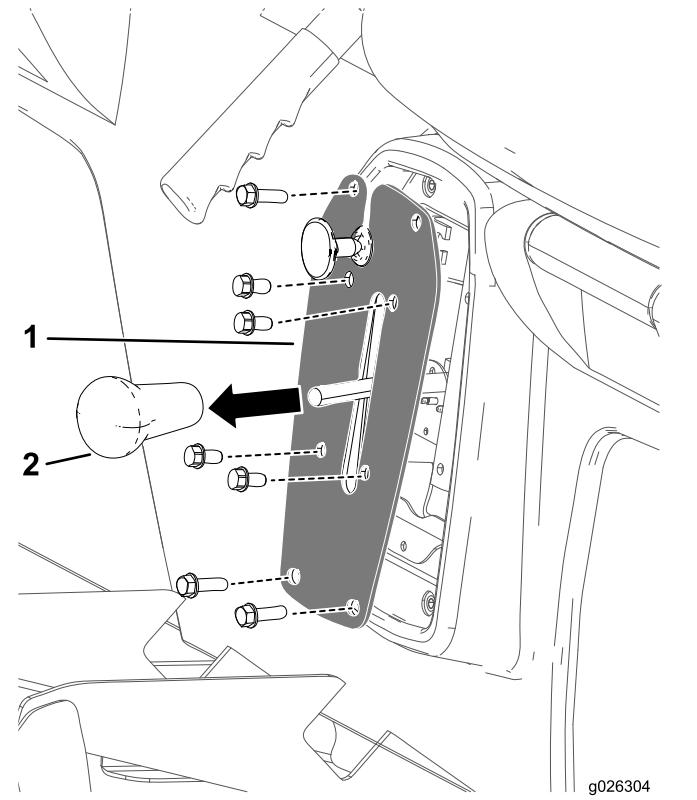

Bild 40
1. Nehmen Sie das Handrad vom Ganghebel ab (Bild 40).
2. Entfernen Sie die vier Schrauben, mit denen die Gangschaltungsplatte an der Gangschaltungshalterung befestigt ist (Bild 40).
3. Entfernen Sie die vier Schrauben, mit denen die Gangschaltungsplatte am Sitzunterteil befestigt ist, und nehmen Sie die Gangschaltungsplatte ab (Bild 40).
4. Schrauben Sie das Handrad auf den Ganghebel und ziehen es mit der Hand an (Bild 40).